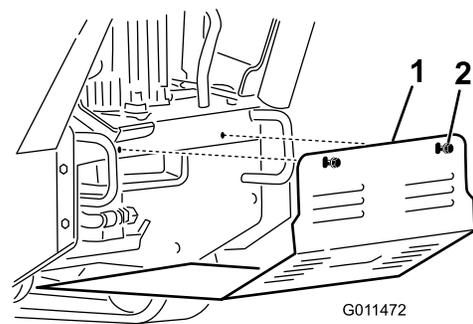

**Figure 21**
4. Desserrez l'un après l'autre les 3 boulons qui fixent le capot de protection au cadre jusqu'à ce que le capot se détache (Figure 21).
1. Boulon (3)
6. Pour monter le capot de protection avant d'utiliser la machine, glissez-le en place et fixez-le avec les 3 boulons retirés précédemment (Figure 21).